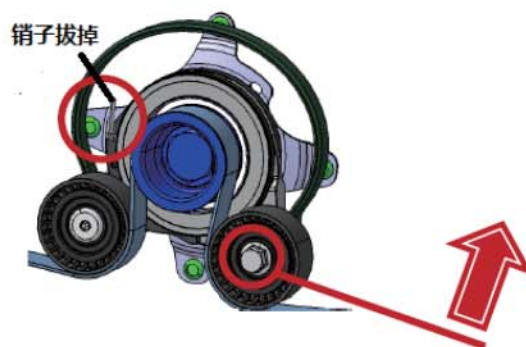
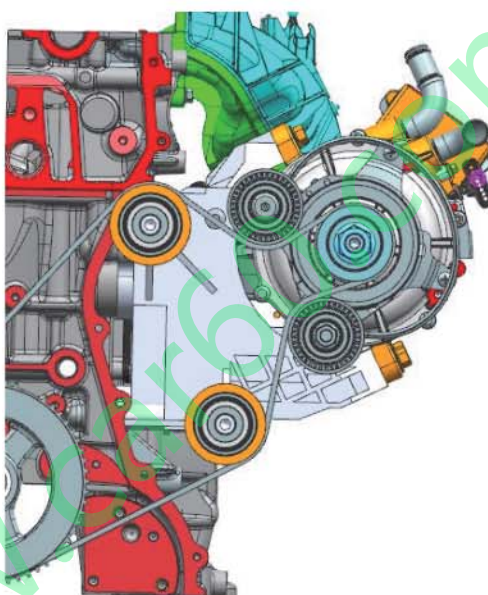
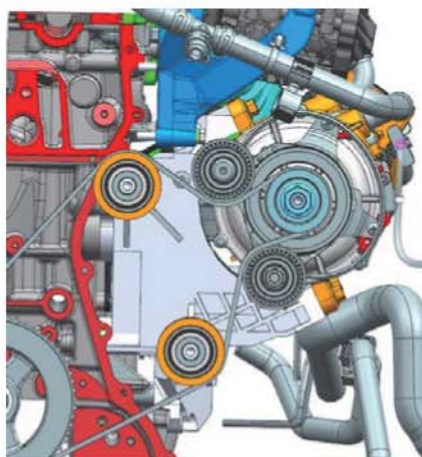

图 1.22
图 1.23
图 1.24
- 4、将皮带套在轮系上，用套筒将张紧轮逆时针转，然后拔掉张紧器上的销(如图 1.22)，张紧器张紧皮带完成安装(如图 1.23)，将进出水管软管与电机进出水管连接，安装真空泵(如图 1.24)